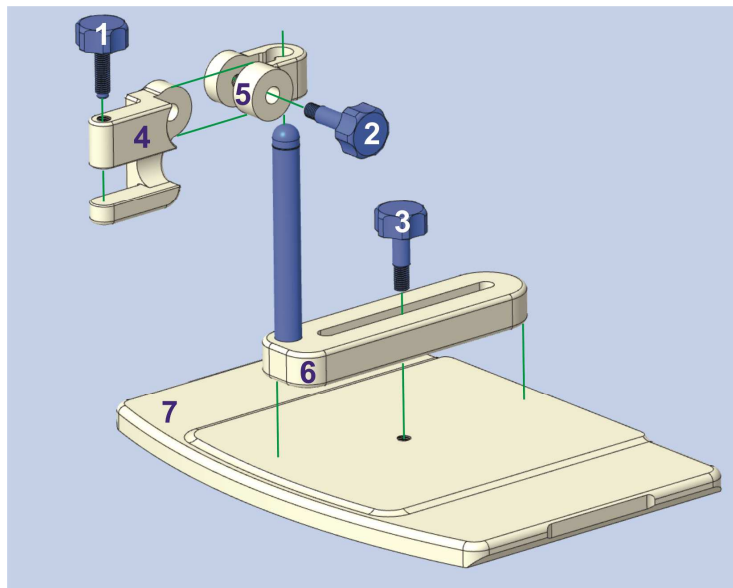

Figura 13: Supporto della Bobina ER smontato.
- b. Smontare il Supporto della Bobina ER come da Figura 13.